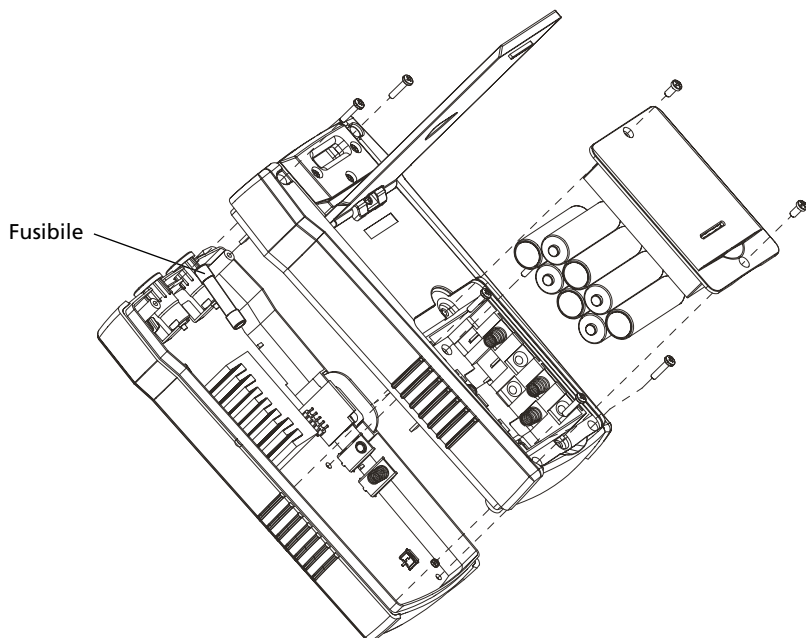

Figura 5.2: Sostituzione del fusibile del trasmettitore
6. Rimuovere il coperchio posteriore tirandolo verso l'alto come mostrato (Figura 5.2).